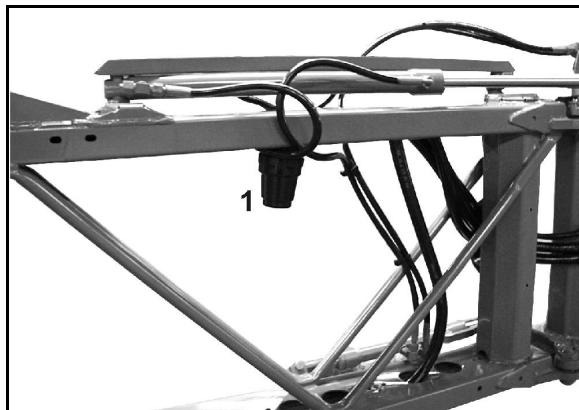

Fig. 163
- Reinigen Sie die LeitungsfILTER (Fig. 163/1).